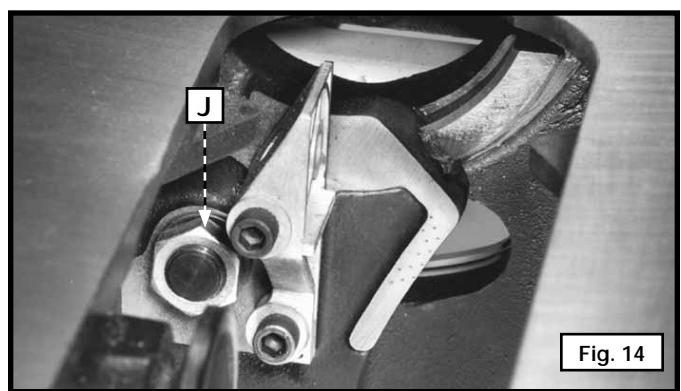
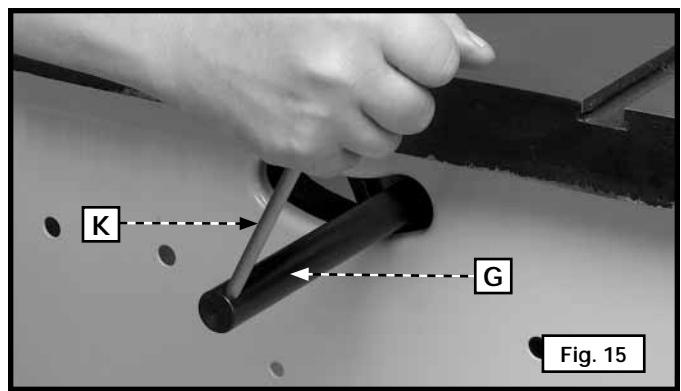

Fig. 14
Fig. 15
5. Pour ajuster, desserrer les deux vis (F) fig. 12. Régler le support du couteau séparateur (A) jusqu'à ce qu'il s'aligne avec la bride interne de la lame (B) fig. 15. Resserrer les deux vis (F). Remettre la vis et la plaque de fixation en place et serrer lâchement.
6. Insérer l'extrémité filetée de la tige de support (G) fig. 13 dans la rainure à l'arrière de la scie et dans le trou du tourillon arrière (H). Fixer la tige de support (G) au tourillon avec une rondelle éventail et un contre-écrou hexagonal de 15,8 mm-18 (5/8 po-18) (J) fig. 14.
**REMARQUE :** visser à la main le contre-écrou (J) fig. 14 sur le filetage de la tige de support (G) aussi loin que possible.
7. Utiliser une clé pour tenir le contre-écrou hexagonal (J) fig. 14. Serrer la tige (G) fig. 15 avec un petit tournevis (K) ou un dispositif similaire, par le trou à l'extrémité de la tige.